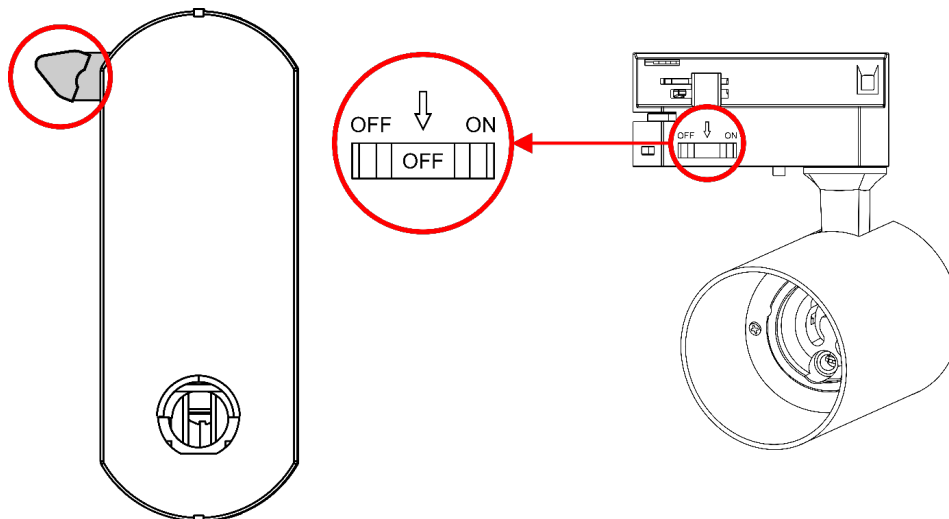

Fig. 06
- 02) Asegúrese de que el **interruptor (05)** esté en posición APAGADO (apagado) y el **bloqueo de carril (06)** en posición desbloqueada, como muestra la Fig. 06.